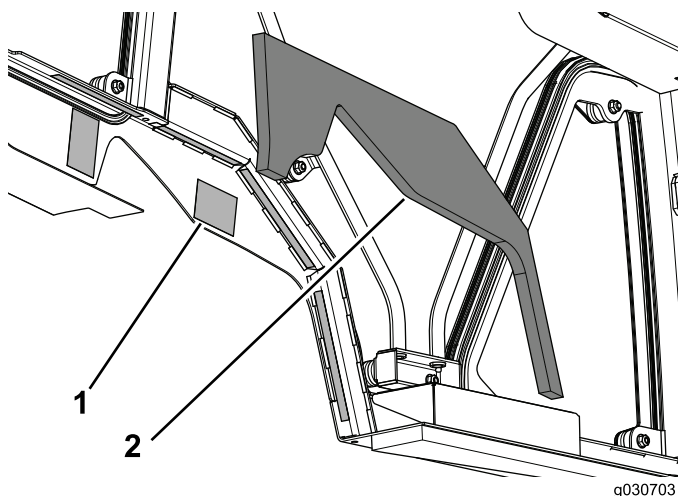

Figura 13
3. Rimuovete il supporto di carta dal nastro biadesivo su entrambi i lati della cabina (Figura 13).
4. Applicare la schiuma sintetica di sinistra sulla cabina (Figura 13).